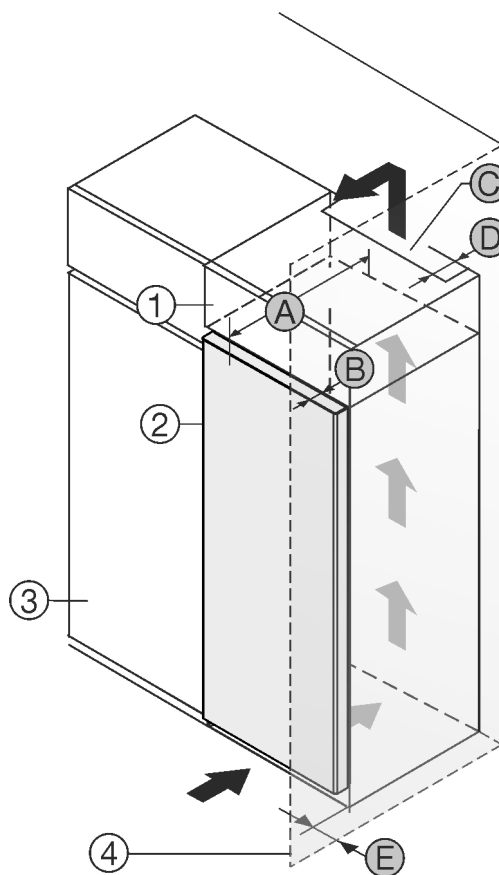

Fig. 1
- (1) Nastavná skříňka \*
- (2) Příklad \*
- (3) Kuchyňská skříň \*
- (4) Stěna \*
- (5) Hloubka dvířek \*
- (6) Ventilací průřez \*
- (7) Vzdálenost zadní strany přístroje \*
- (8) Vzdálenost k zadní straně přístroje \*
Můžete přístroj nainstalovat přímo vedle kuchyňské skříňky Fig. 1 (3).\*
Na zadní straně nastavné skříňky musí být větrací šachta hluboká Fig. 1 (6) přes celou šířku nastavné skříňky.\*
Pod stropem místnosti musí být dodržen ventilací průřez Fig. 1 (6).\*
Když přístroj instalujete závěsy vedle stěny Fig. 1 (4), musí být vzdálenost mezi přístrojem a stěnou minimálně 13 mm.\*
Když přístroj instalujete závěsy vedle stěny Fig. 1 (4), musí být vzdálenost mezi přístrojem a stěnou minimálně 20 mm.\*
Aby bylo možné dvířka plně otevřít, musí přístroj přesahovat o hloubku dvířek Fig. 1 (5) vůči přední linii kuchyňské skříňky. V závislosti na hloubce kuchyňských skříňek Fig. 1 (3) a použití vymezovačů odstup od stěny může přístroj vyčnívat dále.\*